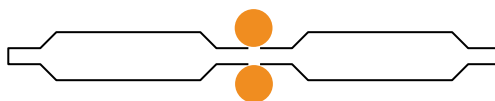

Fig 1. Tvärsnitt av monteringsprofil
- Applicera Turbo Tack 291 i två strängar, på var sida av monteringsprofilerna, se fig. 1. Limmet används för både vertikala och horisontella profiler.